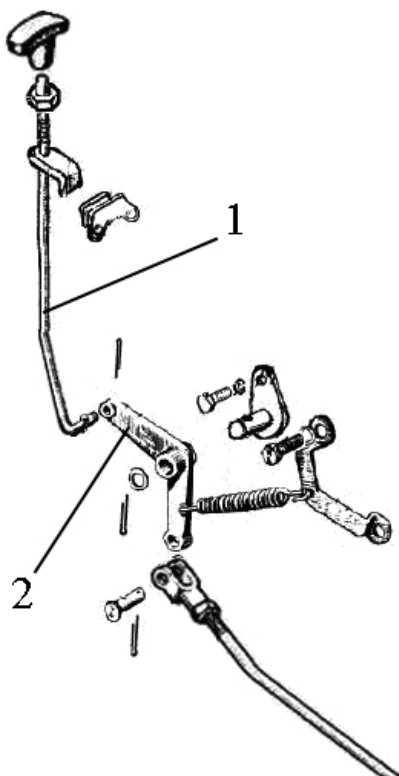

Рисунок 8.3
3) при наличии на тракторе гидрокрюка отсоедините рукоятку управления 1 (рисунок 8.3) от двуплечего рычага 2 и извлеките рукоятку из гнезда в кабине расположенного слева от оператора;